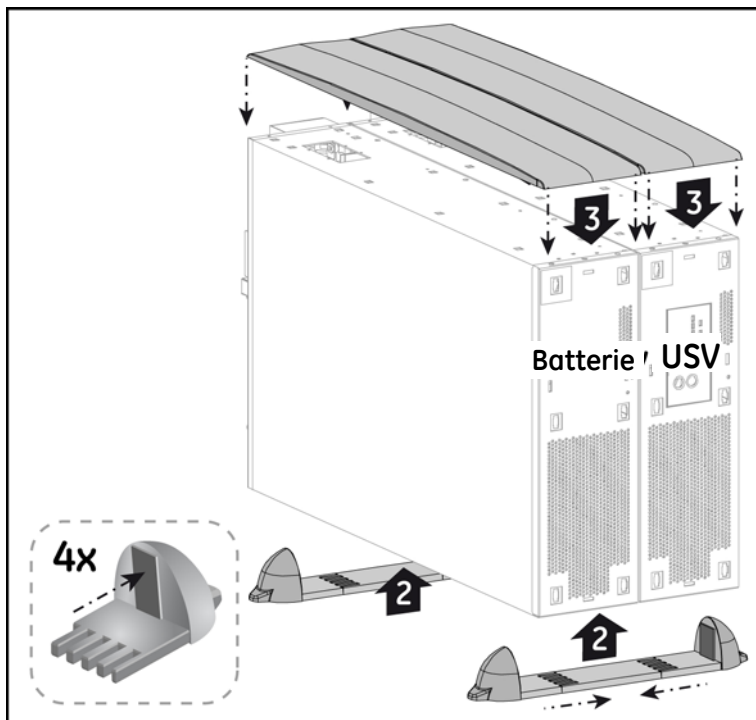

Abb. 3.3.2.a
4. Bringen Sie den Display-Aufkleber am Gehäuse der USV an (4, Abb. 3.3.2.b).
5. Montieren Sie die Frontblende am Gehäuse der USV und der Batterie an (5, Abb. 3.3.2.b/c).